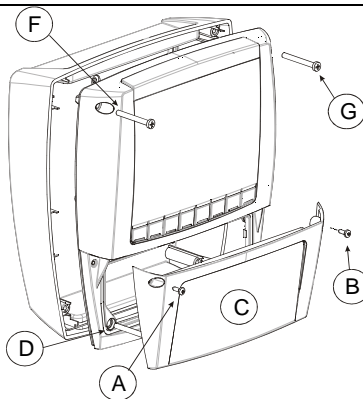

FIG. 2
9. Efter anslutning av kablar till anslutningsblocken montera C luckan (Fig. 2, c) och dra åt den med skruvarna.